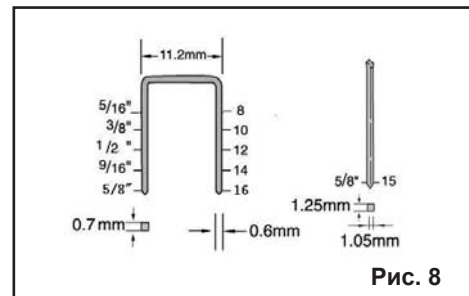

Рис. 8
7.4.2. С инструментом применяются «П-образные» скобы типа 53 (по классификации Rapid) высотой 8, 10, 12, 14 и 16 мм. Остальные параметры рекомендуемых скоб (включая размеры в дюймах) представлены на Рис.8.
7.4.3. С инструментом применяются гвозди типа 300 (по классификации Rapid) высотой 15 мм. Остальные параметры рекомендуемых к применению гвоздей (включая размеры в дюймах) представлены на Рис.8.